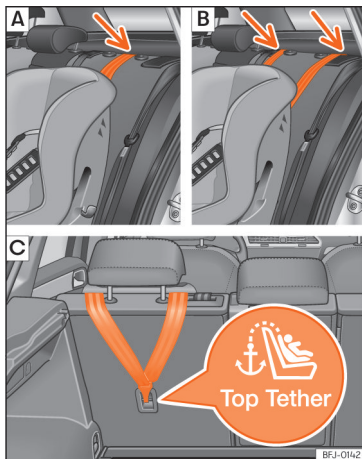
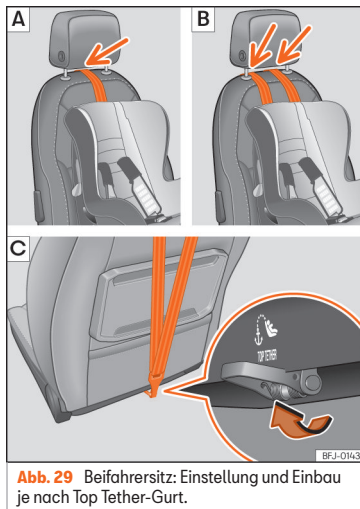

Abb. 28 Äußere Sitzplätze der zweiten Sitzreihe: Einstellung und Einbau je nach Top Tether-Gurt.
Abb. 29 Beifahrersitz: Einstellung und Einbau je nach Top Tether-Gurt.
» **Abb. 28**. Am Beifahrersitz ist die Öse im unteren Bereich der Sitzlehne angebracht
» **Abb. 29**.
- Führen Sie den Gurt unter der Kopfstütze durch (in Abhängigkeit der Gebrauchsanweisungen des Kindersitzes ggf. Kopfstütze anheben oder entfernen) » **Abb. 28 [A]/[B]**, » **Abb. 29 [A]/[B]**.
- Den Haltegurt nach hinten führen und ordnungsgemäß in die Verankerung an der Rückseite der Sitzlehne einhaken » **Abb. 28 [C]**, » **Abb. 29 [C]**.